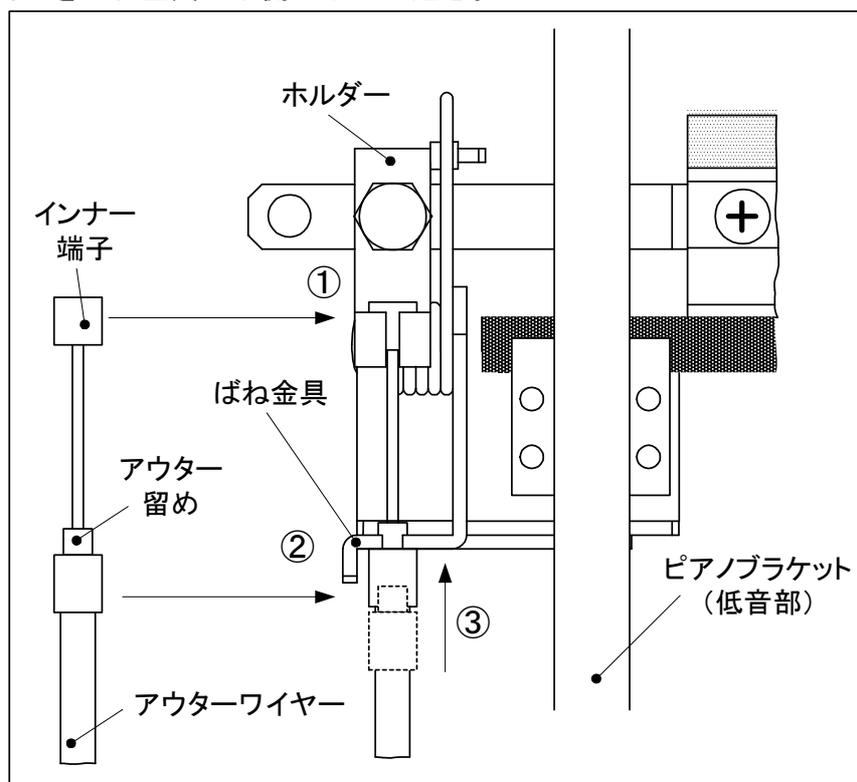

図3.3-3 ワイヤーの掛け方
(3) 図3.3-3の手順でワイヤーを金具へ掛ける。
- ①インナー端子をホルダーへ掛ける。
- ②アウター留めを引っ張りながら、ばね金具の溝にワイヤーを通す。
- ③アウター留めをばね金具の下側からはめ込む。